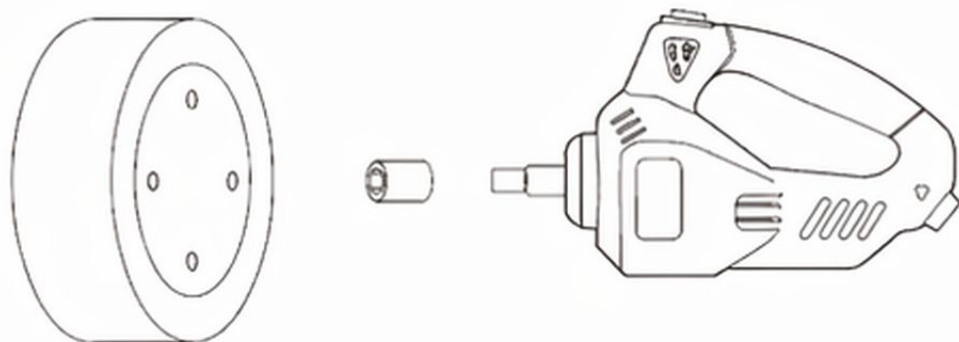

Figura 1
3. Escolha o soquete adequado para fixar ao veio da chave (consulte a Figura 1).